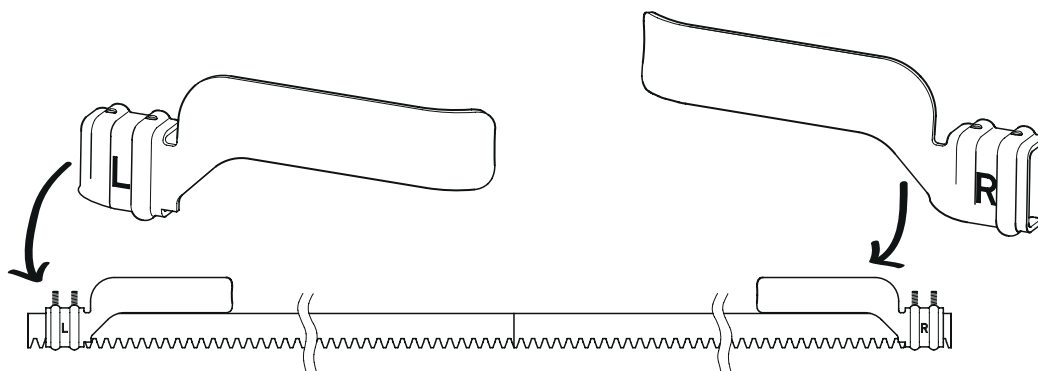

Fig. 1
- Se os fins de curso forem de tipo mecânico: R = DIREITO; L = ESQUERDO (fig. 1).